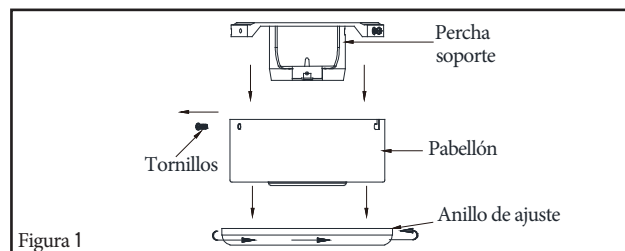

Figura 1
- 3 Retire la cubierta del soporte para colgar. Retire la moldura con cierre giratorio anillo girándolo en el sentido contrario a las agujas del reloj. Retire el tornillo de la cubierta que no tiene ranura para llave en la cubierta. Afloje el tornillo con la ranura para llave y retire la cubierta. (Figura 1)